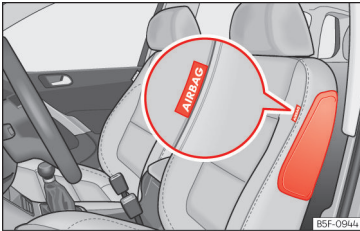
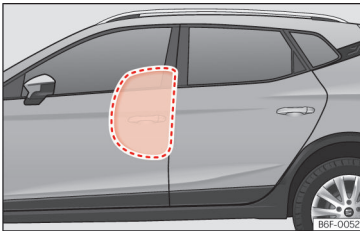

Abb. 29 Seitenairbag im Fahrersitz
Abb. 30 Komplettaufgeblasener Seitenairbag auf der linken Fahrzeugseite.
sitzlehnen »» (Abb. 29) , »» (Abb. 30).
- **Stellen Sie sicher, dass Kinder richtig in ihren Sitzen sitzen und ihren Kopf nicht in den Entfaltungsbereich der Seitenairbags halten »» (Abb. 30), da sie beim Auslösen der Airbags von diesen getroffen werden und schwere Verletzungen erleiden könnten.**